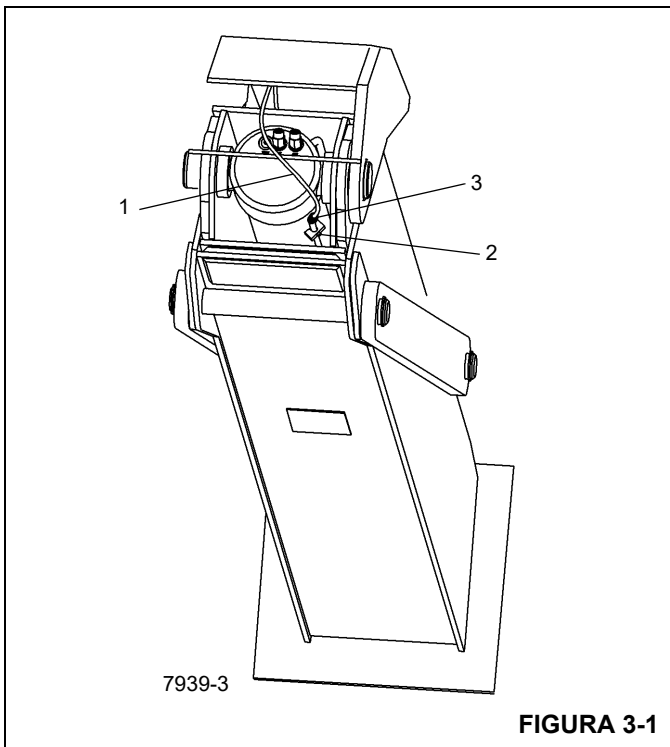

FIGURA 3-1
2. Desconecte o conector elétrico (1, Figura 3-1) do sensor.
3. Remova os parafusos de trava (2, Figura 3-1) que prendem a placa de fixação do sensor.
4. Deslize o sensor (3, Figura 3-1) para fora do suporte de fixação do sensor.
2. Deslize o sensor (3, Figura 3-1) para o suporte de fixação.
3. Usando os dois parafusos de trava (2, Figura 3-1) e o suporte de fixação do sensor, fixe o sensor ao cilindro hidráulico.
4. Conecte o conector elétrico (1, Figura 3-1) ao sensor.